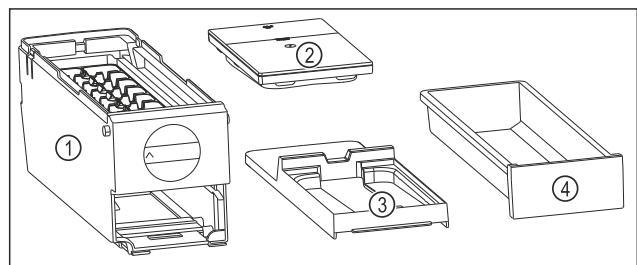

Fig. 89 Составные части EasyTwist-Ice
- EasyTwist-Ice разобран на четыре части. (см. Fig. 89)
- Разбирайте EasyTwist-Ice только на составные части, представленные на рисунке. (см. Fig. 89)
- Очищайте корпус EasyTwist-Ice Fig. 89 (1) как цельное устройство.